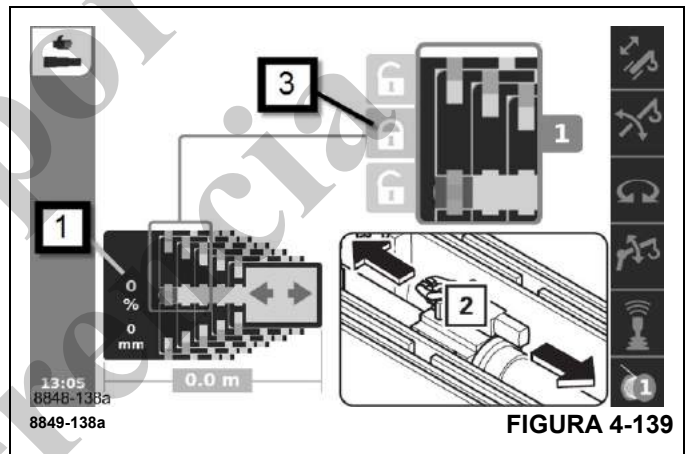

FIGURA 4-139
El cilindro telescópico (2), (Figura 4-139), se extiende/retrae.
La pantalla (1), (Figura 4-139), muestra la longitud extendida actualmente, por ejemplo, 80 %.
Cerca de un punto de bloqueo, los símbolos (3), (Figura 4-139), muestran: